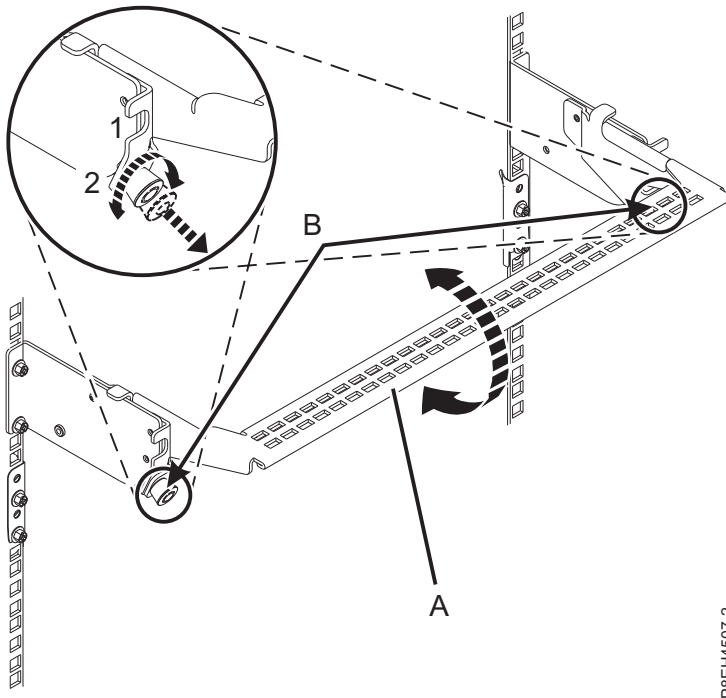

Figure 32. Placement du crochet de routage des câbles en position de maintenance
6. A l'arrière du tiroir d'extension PCIe3, placez le crochet de routage des câbles en position de maintenance. Voir figure 32, à la page 30.